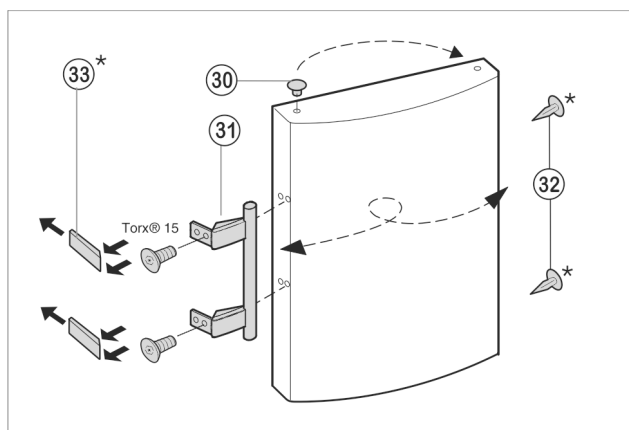

Fig. 8
- Enlever le bouchon Fig. 8 (30) du coussinet de la porte et le mettre de l'autre côté.
- Démontez la poignée de porte Fig. 8 (31), le bouchon Fig. 8 (30) et les plaques d'appui Fig. 8 (33) puis les repositionner sur le côté opposé